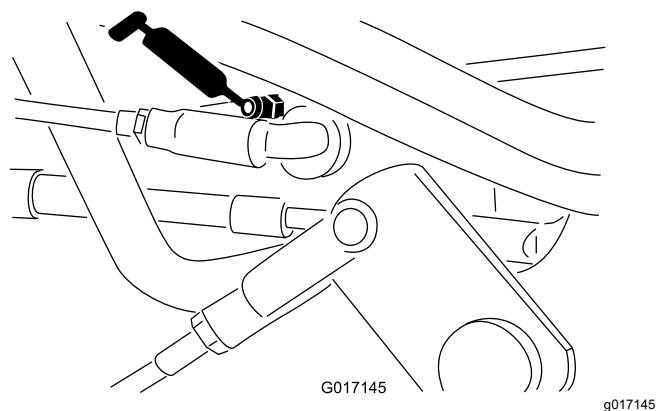
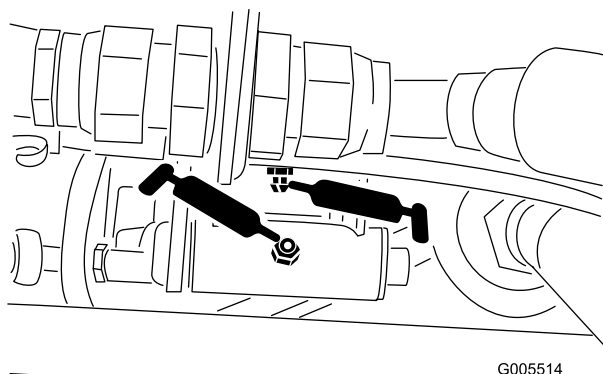

**Figure 37**
**Figure 36**
- Tringlerie de sélecteur de vitesses (Figure 36 et Figure 37)